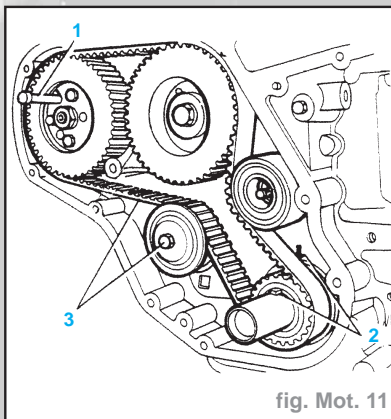

fig. Mot. 11
- Desserrer le boulon du tendeur de distribution (3) et retirer l'ensemble complet (Fig. Mot. 11).